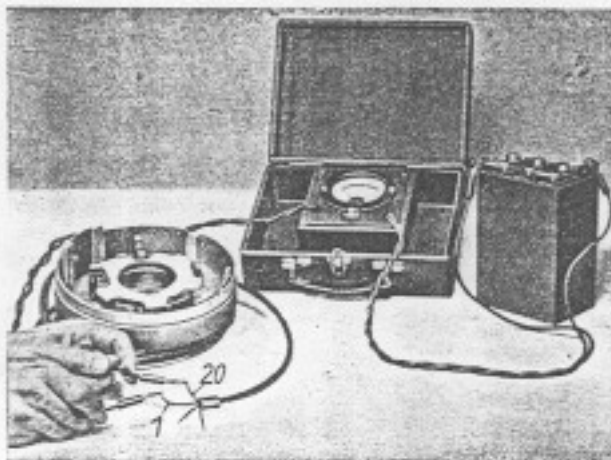

Bild 216. Messen des Vorschaltwiderstandes bei einer NZ-Anlage
Die Prüfung des Widerstandes geschieht mit Hilfe des unter Nr. 8231 lieferbaren Widerstandsmessers. Dabei sind das Meßgerät und der zu messende Widerstand so in den Stromkreis eines gut geladenen 6-Voll-Sammlers zu legen, wie Bild 216 zeigt, d. h. der Anschluß des Widerstandsmessers hat an den Leitungsenden 20 (DF) und 1 (D+) zu erfolgen. Bei einwandfreiem Widerstand muß am Widerstandsmesser ein Wert von 8,5 Ohm (Toleranz $\pm 10\%$) angezeigt werden.